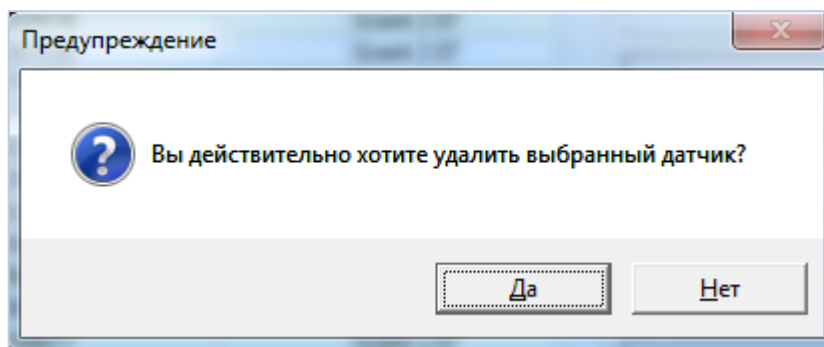

Рисунок 28 – Запрос ПОК на подтверждение операции удаления датчика из списка
3.1 При выполнении операции удаления датчика из списка ПОК формирует подтверждение (см. Рисунок 28) и в случае успешного выполнения операции в стандартный набор инструментов для этого датчика добавляет кнопку  Восстановить датчик .